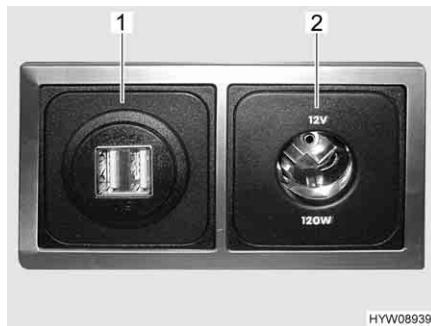

Fig. 96 Presa USB e 12 V
**Presa USB** È possibile caricare le batterie di dispositivi con corrente di carica fino a 2,5 A, collegando i dispositivi alle prese USB (Fig. 96,1).
**Presa a 12 V** Le prese da 12 V (Fig. 96,2) consentono di collegare apparecchi con consumo di corrente massimo pari a 10 A (potenza pari a 120 W).